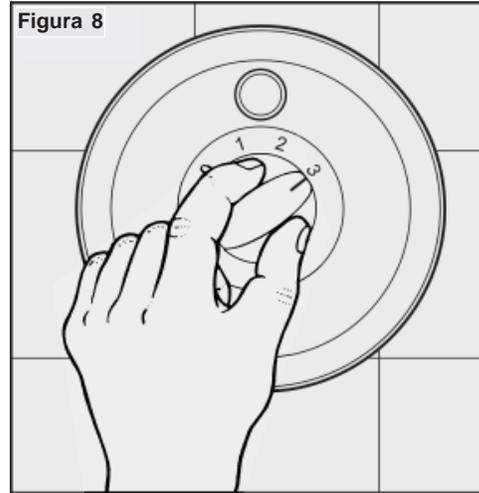

Figura 8
- 1 - Acione o botão de regulagem para qualquer posição **1 (Morno)**; **2 (Quente)** ou **3 (Super Quente)** (Figura 8).
- 5 - Caso a temperatura da água não esteja ao seu gosto, feche o registro e acione o botão de regulagem (Figura 8) de forma a obter uma potência menor ou maior.
- 1 - Acione o botão de regulagem para uma posição de menor potência, **1 (Morno)** (Figura 8) e que mantenha a temperatura da água ideal para seu banho.